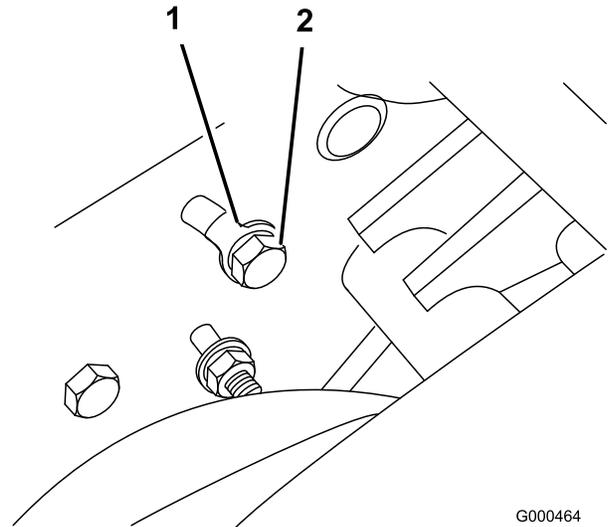

図 47
- A. サイド・プレートの裏側でアイドラ・ブラケットをサイド・プレートに止めているボルト (図 47) をゆるめる。